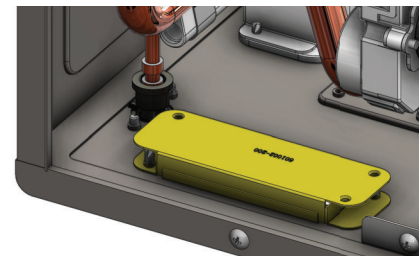

Figure 34 - Orientation de la plaque d'admission d'air
- 5 Orienter la plaque d'admission d'air comme illustré à la Figure 34. Retirer et conserver les 3 vis qui l'attachent à la base du chauffe-eau. La plaque est à plusieurs couleurs et doit être tournée de telle façon que sa face jaune soit vers le haut. Attacher avec les 3 vis retirées précédemment.